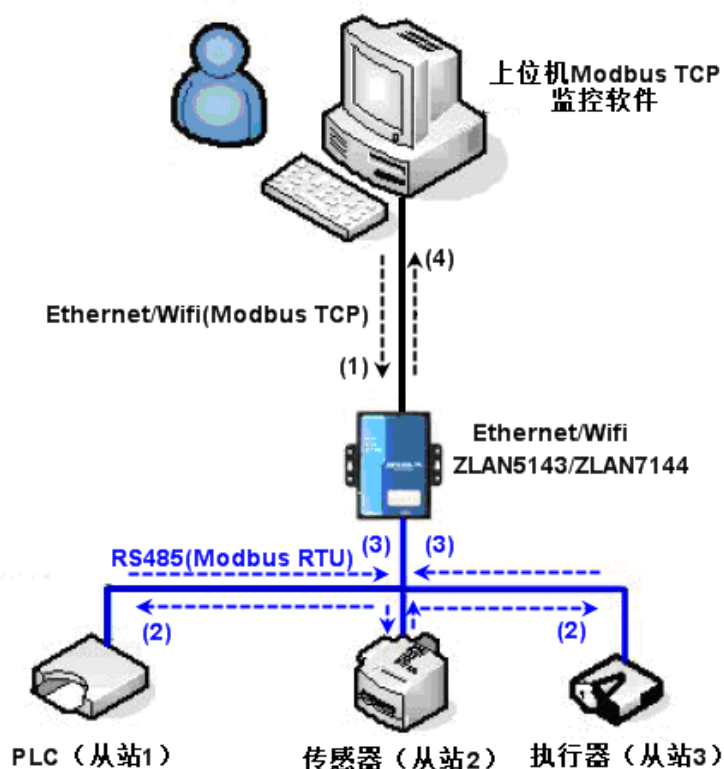

图 42 存储型 Modbus 网关工作方式
如图 42 所示：普通的 Modbus TCP 数据流方向为 (1) $\rightarrow$ (2) $\rightarrow$ (3) $\rightarrow$ (4)。即